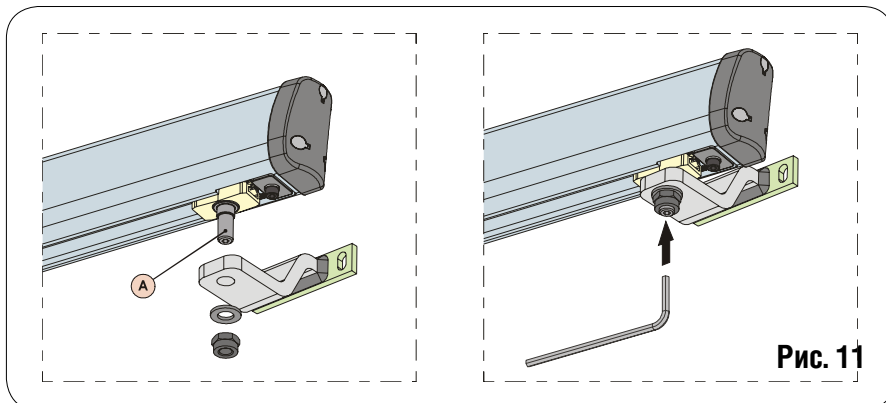

Рис. 11
4) Установите передний кронштейн, как показано на Рис.11. Шестиугольная опора, расположенная в нижней части фиксатора СН=5 (Рис.11 сноска А), облегчает монтаж деталей.